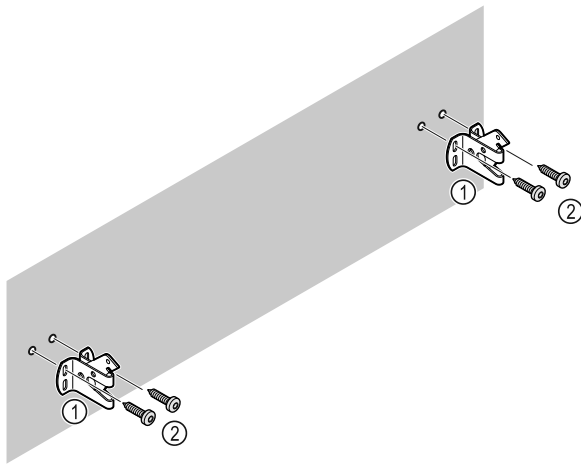

Fig. 10
Je nach Beschaffenheit der Wand (Holz, Beton) geeignetes Befestigungsmaterial (z. B. Dübel) und ausreichend Befestigungspunkte verwenden Fig. 10 (2).
- Sicherungshaken befestigen. Fig. 10 (1)